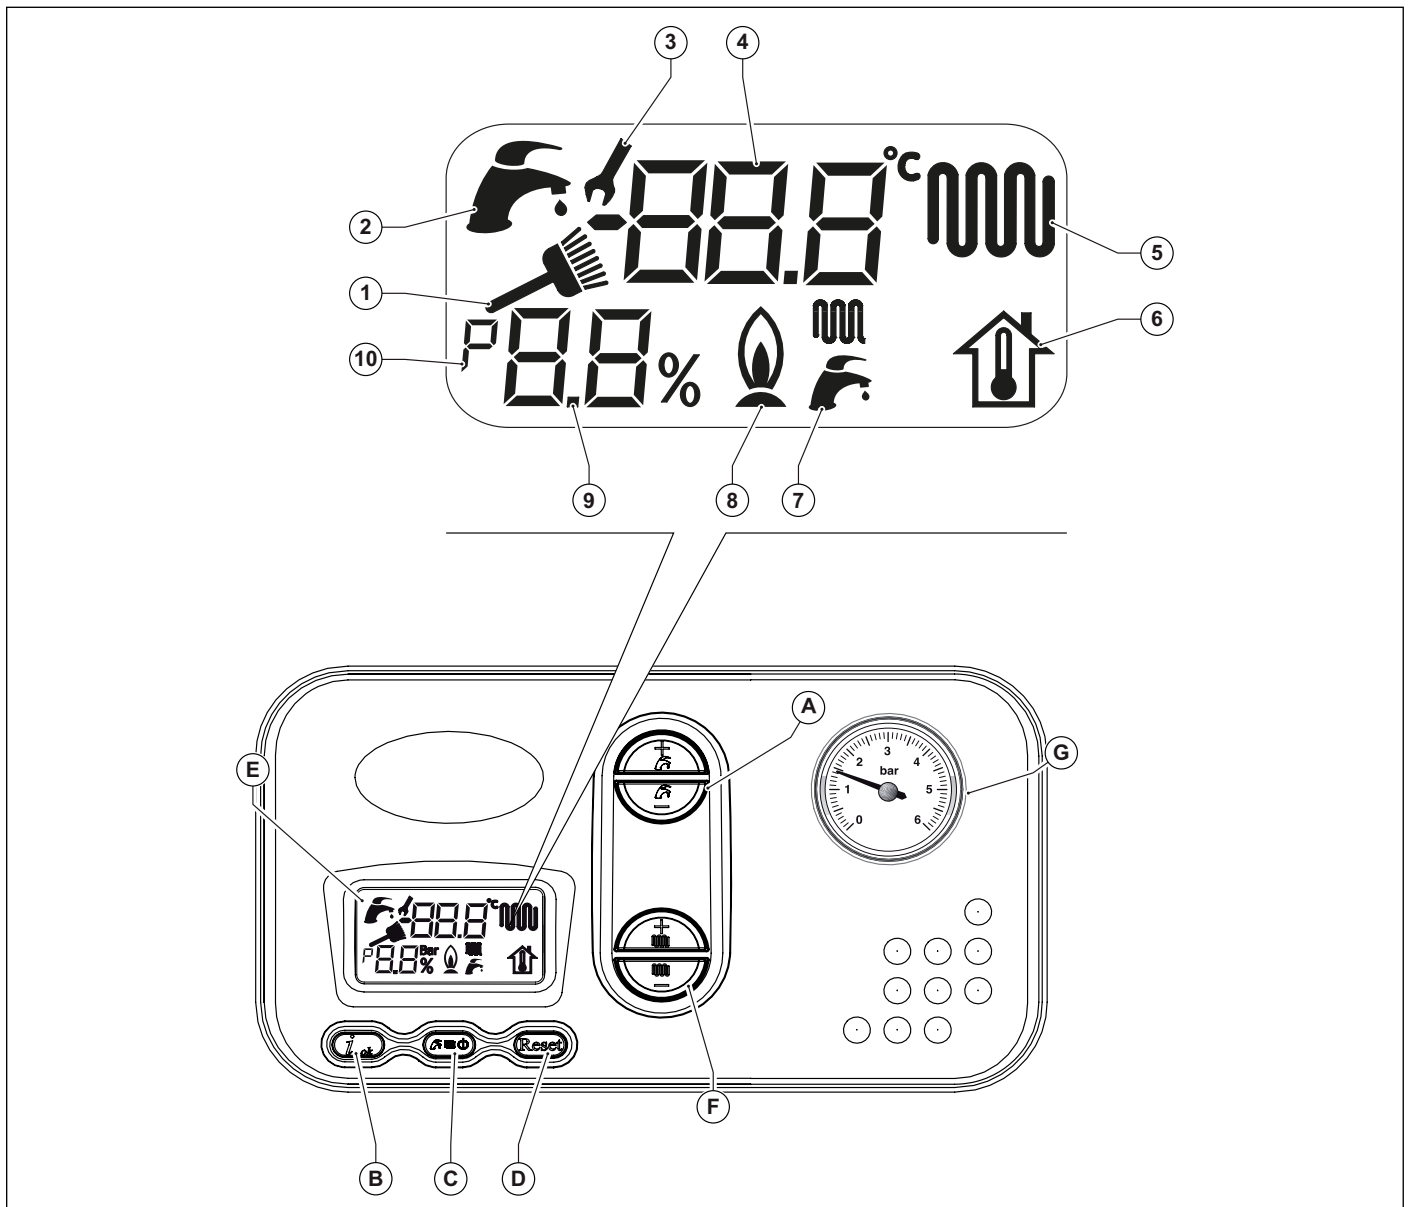

Fig. 1 Panneau de commande
- Choisir le système de fonctionnement de la chaudière: OFF/ÉTÉ/HIVER/CHAUFFAGE (voir touche (C) en Fig. 1 Panneau de commande à la page 8).